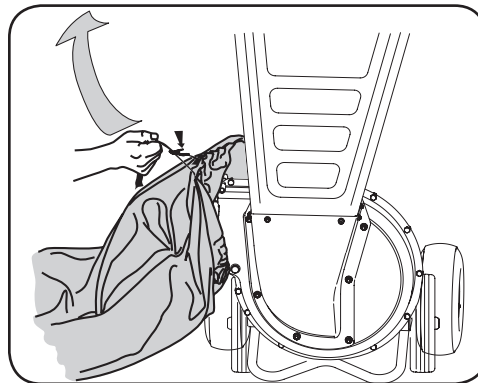

Figura 2-2
1. Ponga la abertura de la bolsa completamente sobre el canal deflector. Vea la Figura 2-2.